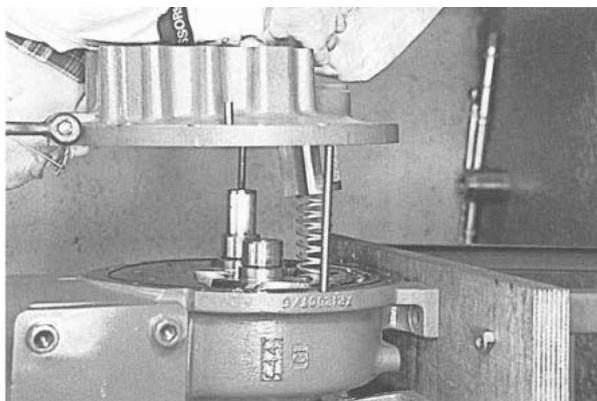

Рис. 120
15. Прикрепите редуктор к картеру, зафиксировав пружину в упоре. (Рис. 120)